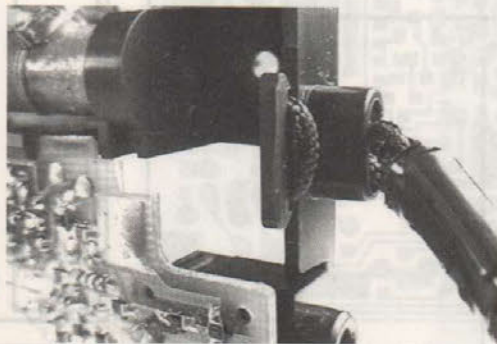

Fig.6
- Halteschleife aushängen (Fig. 6, 7).
- Unhook the holding belt (Fig. 6, 7).